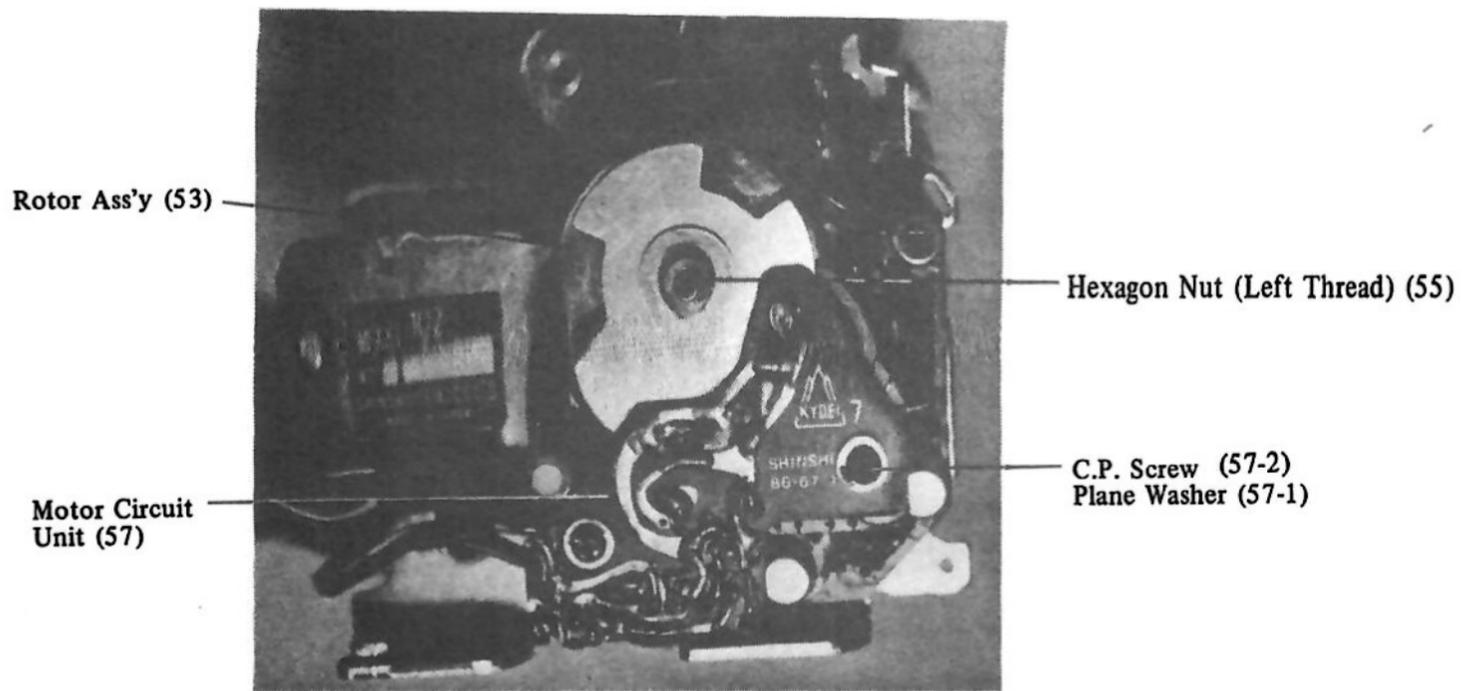
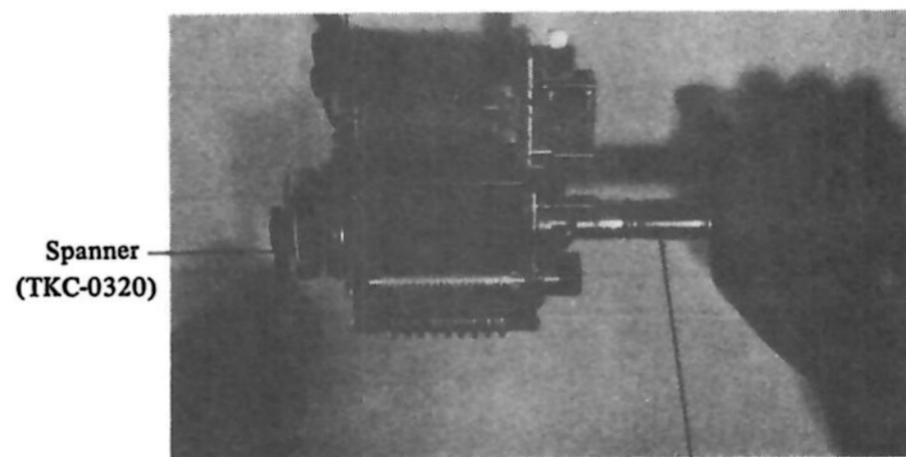

Fig. 8-24 Motormechanismus
Fig. 8-25 Ausbau des Rotors
1) Abdeckung (1) abnehmen und beide Leitungen der Motorschaltung (57) abtrennen.
2) Zwei Schrauben (57-2) der Motorschaltung (57) lösen (Fig. 8-24).
3) Brücke (76) wie unter 3. abnehmen.
4) Mutter (55) vom Rotor (53) lösen (Fig. 8-25).	Verwenden Sie einen Schlüssel zum Halten der Nockenwelle (Fig. 8-25).
5) Rotor (53) von der Nockenwelle (23) abnehmen.	Auf das Magnetfeld des Rotors achten.
6) Scheibe von der Nockenwelle (23) abnehmen.